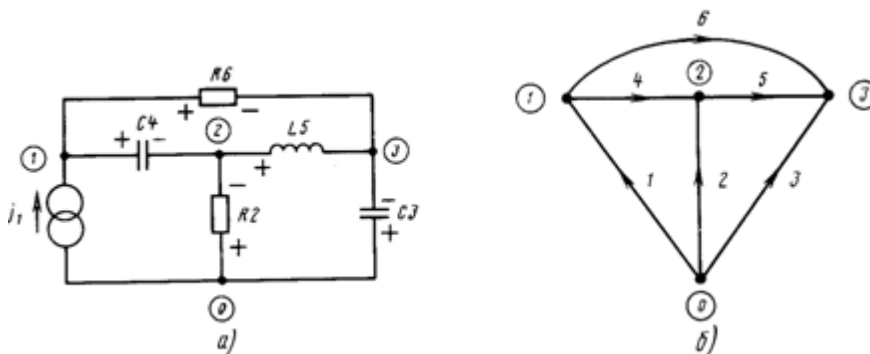

Рис. 10.1
10. Построить направленный граф для цепи, приведённой на рис. 10.1, а.
Ответ. Рассмотрим цепь, показанную на рис. 10.1, а и соответствующий ей направленный граф (рис. 10.1, б). Запишем закон Кирхгофа для токов в соответствии с направлениями ветвей графа, показанными на рис. 10.1, а, считая ток, вытекающий из узла, положительным. Тогда
Узловые потенциалы цепи также связаны через матрицу инцидентий. Обозначим потенциал i -го узла по отношению к нулевому узлу как v_{ni} . Поскольку направление ветви графа совпадает с направлением тока в элементе, узел, из которого ток вытекает, будет иметь более высокий потенциал, чем тот узел, в который этот ток втекает. Например, для напряжения на четвертой ветви графа (рис. 10.1, б) получим: $v_4 = v_{n,1} - v_{n,2}$. Это уравнение можно записать в виде произведения вектора-строки и вектора-столбца: